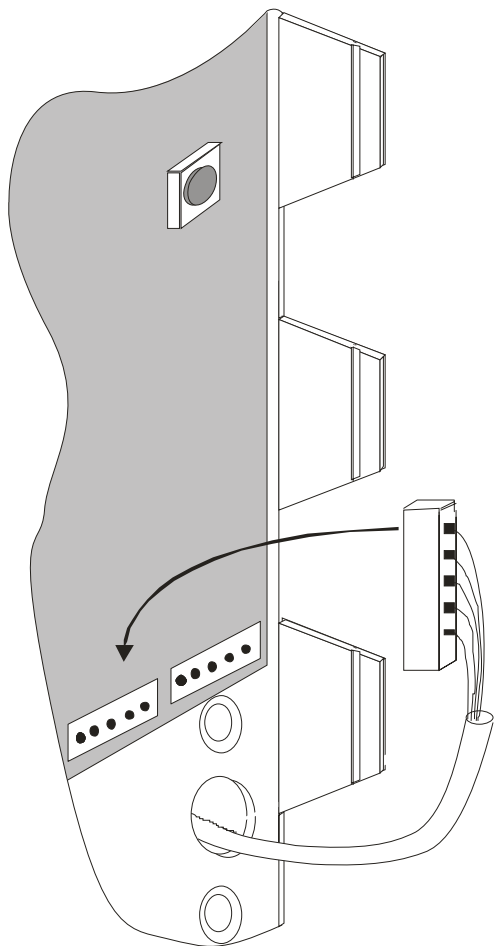

Рис. 13
6.1.7. Пинцетом или при помощи отвёртки, извлеките кабель из паза (для доступа к отверстию крепления замка рис. 13). Закрепите винтами М5х35 корпус замка на двери, предварительно сняв крышку и установив на замке режим "OPEN". Уложить кабель от разъёма Х3 на место.
6.1.17. Соедините разъём кабеля от ручки набора кода с соответствующим разъёмом платы управления (рис. 13).